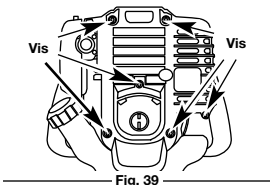

Fig. 39
- Relâchez la manette des gaz et laissez le moteur tourner au ralenti. Si le moteur s'arrête, insérez un tournevis cruciforme entre la couverture du filtre à air et celle du moteur (Fig. 39). Tournez la vis du ralenti dans le sens des aiguilles d'une montre, 1/8 de tour à la fois (selon le besoin) jusqu'à ce que le moteur tourne au ralenti sans à-coups.
- Retirez les six (6) vis à l'arrière de la couverture du moteur avec un tournevis plat ou un tournevis Torx T-25 (Fig. 39).
- Déposez le couvercle du moteur (Fig. 39).
- Arrêtez le moteur et laissez-le refroidir. Retirez les six (6) vis à l'arrière de la couverture du moteur avec un tournevis plat ou un tournevis Torx T-25 (Fig. 39).